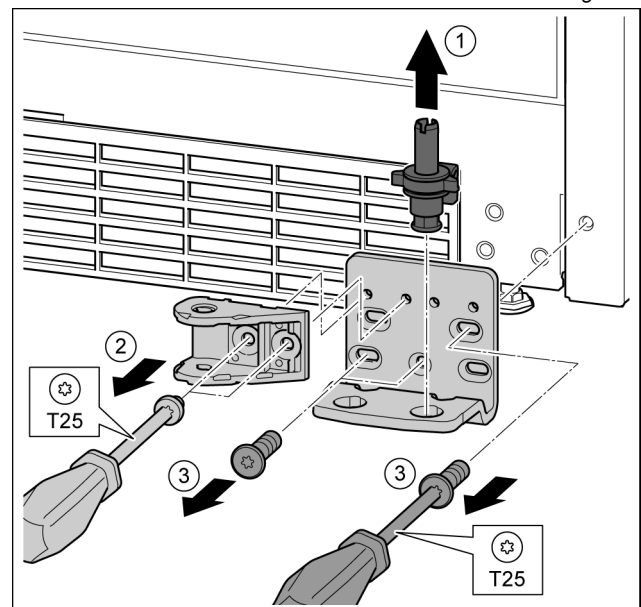

Fig. 29
- ▶ Lagerbolzen komplett nach oben herausziehen. Fig. 29 (1)
- ▶ Schrauben mit Schraubendreher T25 herausdrehen und Schließdämpferverbindung abnehmen. Fig. 29 (2) *
- ▶ Schrauben mit Schraubendreher T25 herausdrehen und Lagerbock abnehmen Fig. 29 (3)